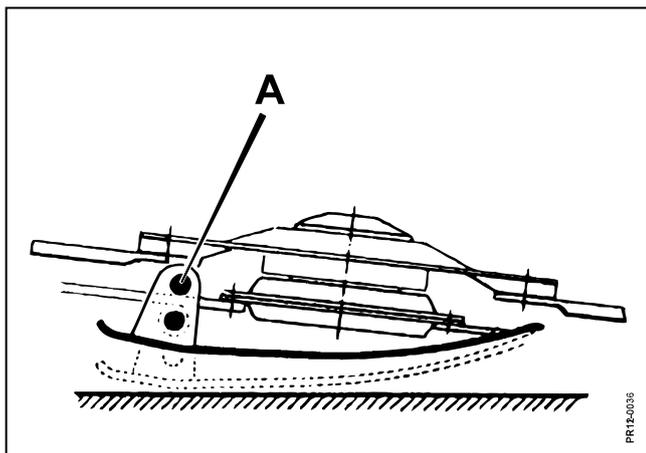

Fig. 3-8
- Fig. 3-8** 2) Régler **la hauteur de coupe** au moyen des patins et en inclinant la barre de coupe.